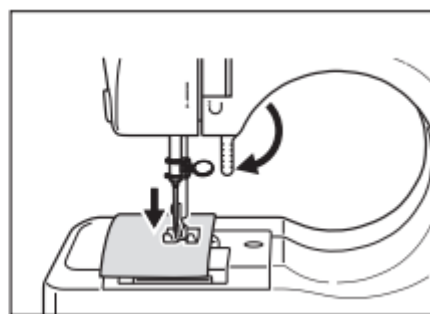

Fig.8
3. Lassen Sie den Näh-Fuß mit Hilfe des Nähfußhebers wieder auf den Stoff herunter. (Abbildung 8)